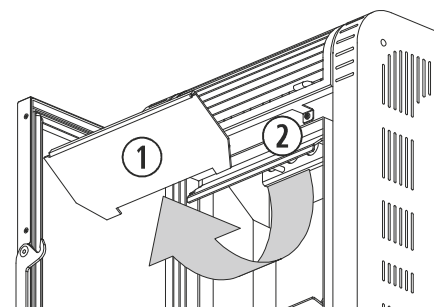

Figura 21
Nei modelli *Moon* (figura 21), *Basic* e *Lyon*, si deve realizzare un'operazione di pulizia totale dello scambiatore di calore (②), quest'operazione dovrà essere eseguita settimanalmente. Per avere un miglior accesso allo scambiatore e poter pulirlo di forma esaustiva, nei modelli *Moon* e *Basic* dobbiamo spingere verso l'alto la placca superiore del focolare (①), fino a disinnestare i pannelli che la fissano alla placca centrale e tirarla. Al termine, collochiamo di nuovo la placca superiore assicurandoci che i piedini rimangano correttamente incorporati.
①	Placca superiore del focolare.
②	Scambiatore di calore.